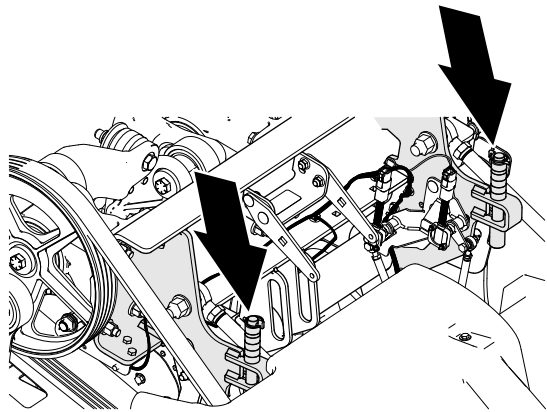
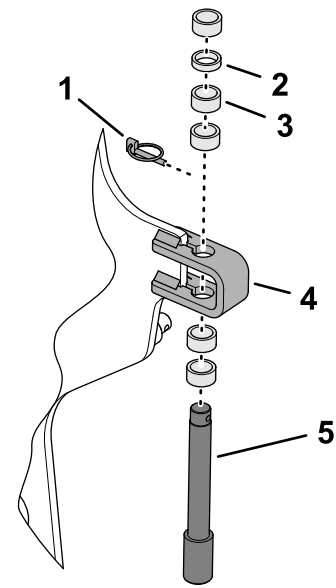

図 120
図 121
- 深さストップピンとスペーサをストップブラケットに固定しているリンチピンを取り外す 図 120 と 図 121。